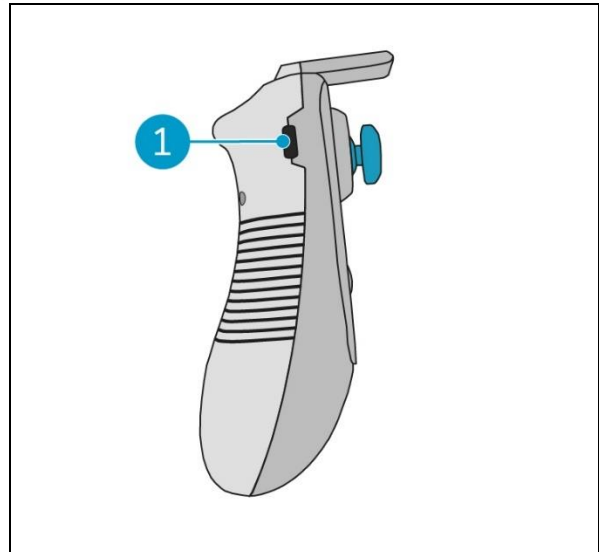

Figura 12
1. Collegare il connettore USB-C del cavo USB-C a USB-A alla porta USB-C (Figura 12, pos. 1) del telecomando, vedere Figura 12.